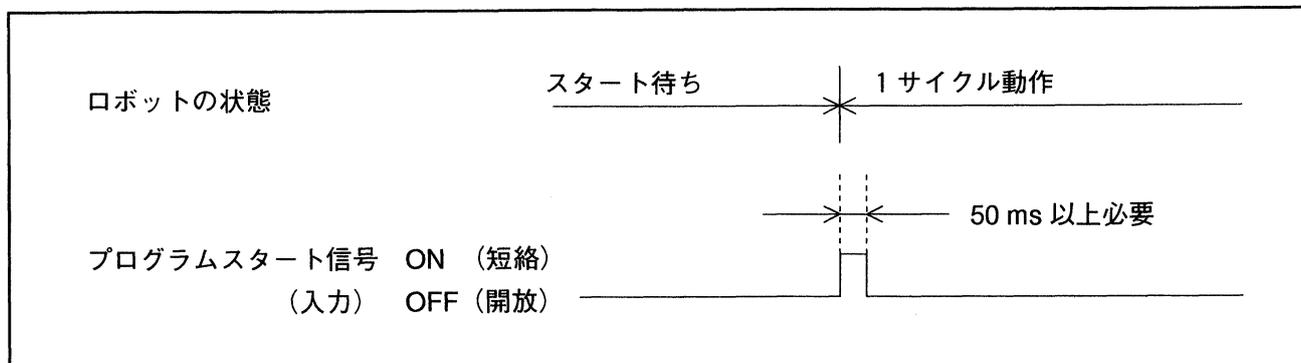

図5-34 プログラムスタート信号立ち下げのタイミング例
b) 簡易方式 (タイマーによる1ショット方式) でプログラムスタート信号を立ち下げる方法を図5-34に示します。